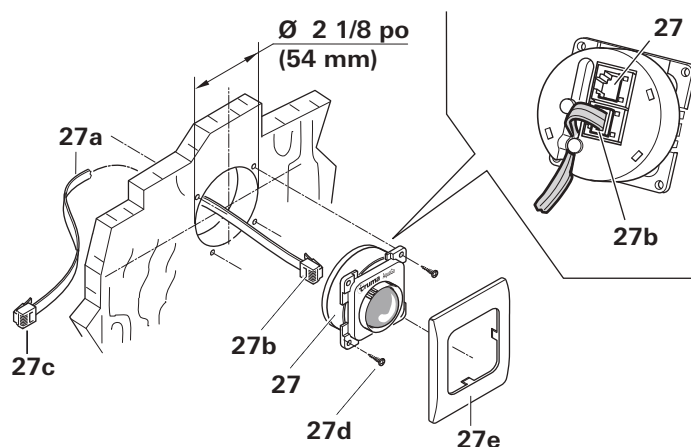

Fig. 17
- Installez le tableau de commande (Fig. 17 – 27) à un endroit bien en vue.
- Insérez le bouchon (27b) dans le tableau de commande (27) jusqu'à ce qu'il bloque en place.